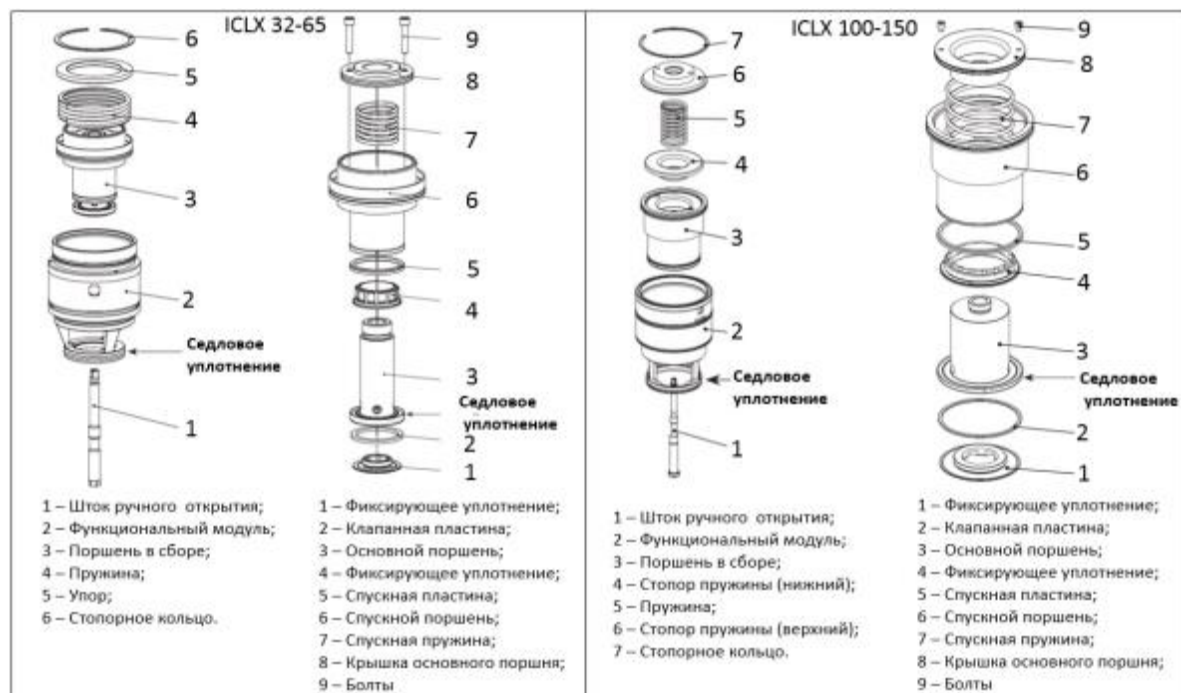
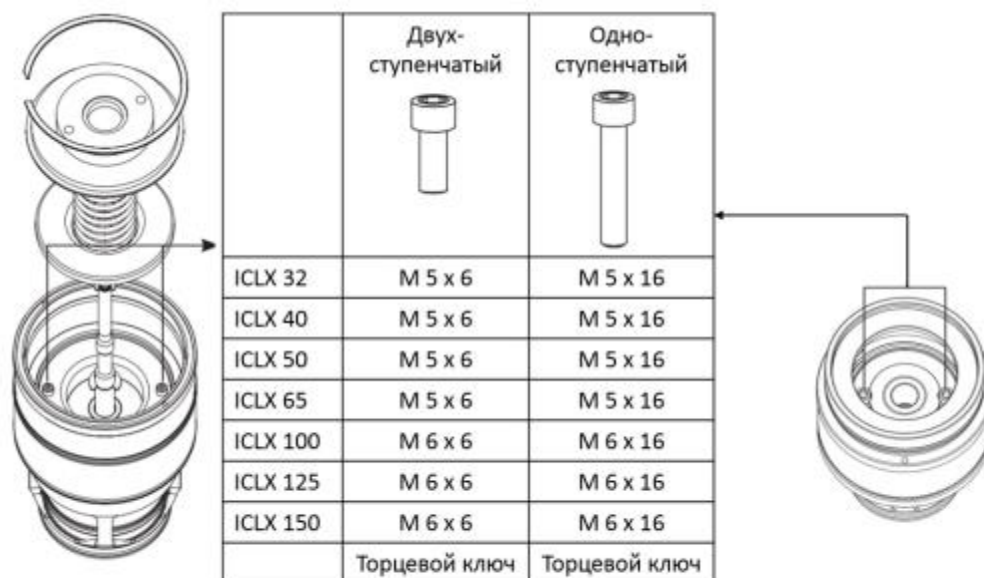

Рис. 4 Функциональный модуль клапана ICLX 32 - 150
Рис. 6 Изменение режима открытия ICLX 32 – 150
- Функциональный модуль и поршень в сборе могут быть разобраны в соответствии с рисунком 4. Будьте осторожны при снятии стопорного кольца (рис. 4, поз. 6), т.к оно будет подвергаться воздействию усилия сжатой пружины (рис. 4, поз. 4).
Можно заменить две клапанные пластины из PTFE (рис. 4, поз. 2 и 5) согласно рисунку 5 и следующим указаниям:
Для обеспечения стопора при отвинчивании фиксирующего уплотнения рекомендуется установить два закрепленных в тисках стальных шплинта (рис. 5a и 5d, поз. 2), которые подходят для охватывающих шестигранных отверстий под болты с шестигранной головкой (рис. 4, поз. 9).
- Для клапанов ICLX 32 – 65. Заменить два болта (рис. 4, поз. 9), при этом функциональный модуль остается в корпусе клапана.
- Для клапанов ICLX 100 – 150. Снять стопорное кольцо, верхний стопор пружины, пружину и нижний стопор пружины (рис. 6). Заменить два болта (рис. 4, поз. 9), при этом функциональный модуль остается в корпусе клапана.
- Длина двух болтов соответствует желаемой характеристике клапана и должна задаваться в соответствии с таблицей (рис. 6).